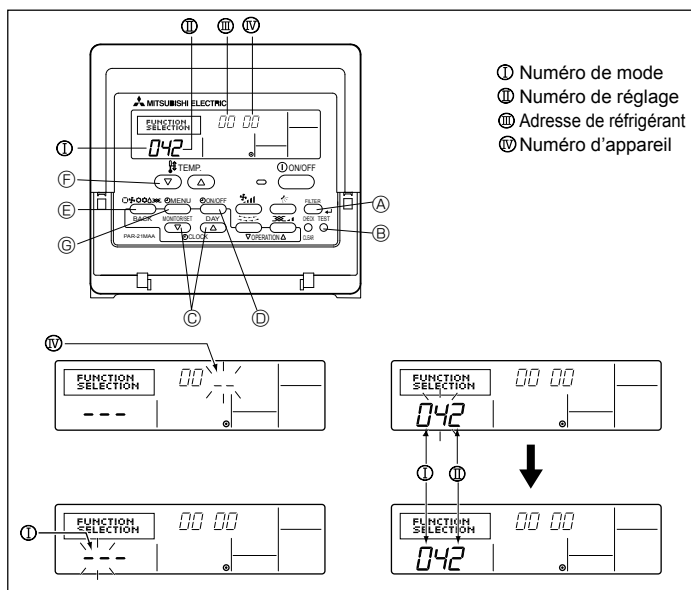
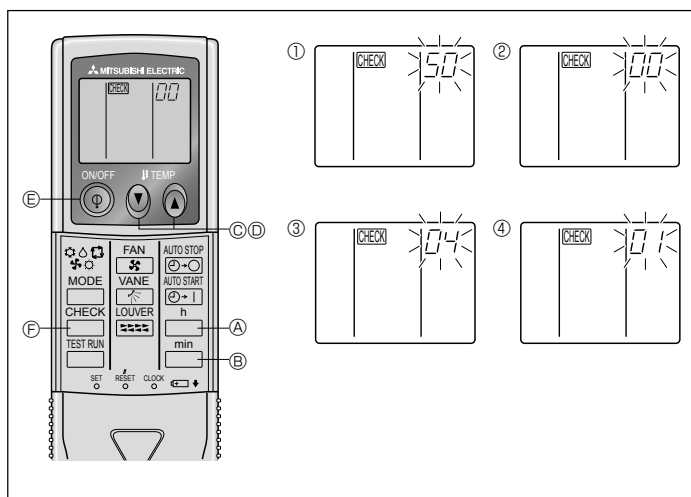

Fig. 6-9
Fig. 6-10
1) Pour la télécommande filaire (Fig. 6-9)
- ① Passer au mode de réglage des fonctions. Eteindre la télécommande. Appuyer simultanément sur les touches FILTER et TEST RUN pendant au moins 2 secondes. FUNCTION commence à clignoter.
- ② Utiliser la touche pour régler l'adresse du réfrigérant (III) sur 00.
- ③ Appuyer sur ; [-] se met à clignoter sur l'affichage du numéro d'appareil (IV).
- ④ Utiliser la touche pour attribuer le numéro 00 à l'appareil (IV).
- ⑤ Appuyer sur la touche (MODE) pour spécifier l'adresse du réfrigérant/numéro d'appareil; [-] clignote momentanément sur l'affichage du numéro de mode (I).
- ⑥ Appuyer sur les touches pour régler le numéro de mode (I) sur 04.
- ⑦ Appuyer sur la touche , le numéro de programmation actuellement sélectionné (II) clignotera. Utiliser la touche pour changer de numéro de programmation selon la tension d'alimentation à utiliser.
- ⑧ Appuyer sur la touche MODE , les numéros de programmation et de mode (I) et (II) changeront et seront continuellement affichés, et les détails de la programmation pourront être confirmés.
- ⑨ Appuyer simultanément sur les touches FILTER et TEST RUN pendant au moins 2 secondes. L'écran de sélection des fonctions apparaît momentanément, et l'affichage d'arrêt du climatiseur apparaît.
2) Pour la télécommande sans fil (Fig. 6-10)
- ① Accéder au mode de sélection des fonctions. Appuyer sur le bouton deux fois sans le relâcher. (Commencer cette action quand l'affichage de la télécommande est éteint.) est allumé est "00" clignote. Appuyer une fois sur le bouton temp pour sélectionner le chiffre "50". Diriger la télécommande sans fil vers le récepteur de l'appareil intérieur et appuyer sur la touche A.
- ② Réglage du numéro de l'appareil. Appuyer sur le bouton temp et pour attribuer le numéro "00" à l'appareil. Diriger la télécommande sans fil vers le récepteur de l'appareil intérieur et appuyer sur la touche min B.
- ③ Sélection d'un mode. Entrer 04 pour modifier le réglage de tension d'alimentation à l'aide des touches temp. C et D. Diriger la télécommande sans fil vers le récepteur de l'appareil intérieur et appuyer sur la touche h A.
- ④ Sélection du numéro de réglage. Utiliser les touches temp. C et D pour régler le réglage de tension d'alimentation sur 01 (240 V). Diriger la télécommande sans fil vers le capteur de l'appareil intérieur et appuyer sur la touche h A.